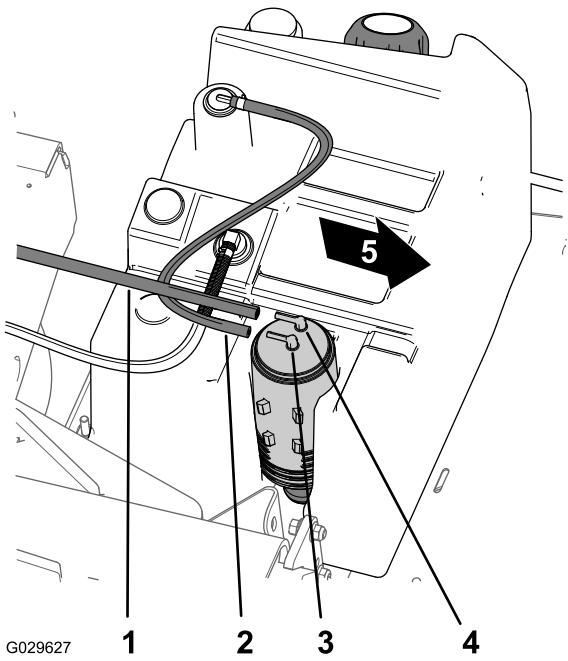

Figure 43
1. Débranchez le flexible de dépression du raccord marqué « Purge » sur la cartouche de charbon actif (Figure 43).
2. Débranchez le flexible du réservoir de carburant du raccord marqué « Fuel Tank » sur la cartouche de charbon actif (Figure 43).
8. Branchez le flexible de dépression au raccord marqué « Purge » de la cartouche de charbon et le flexible du réservoir de carburant au raccord marqué « Fuel Tank » (Figure 43).